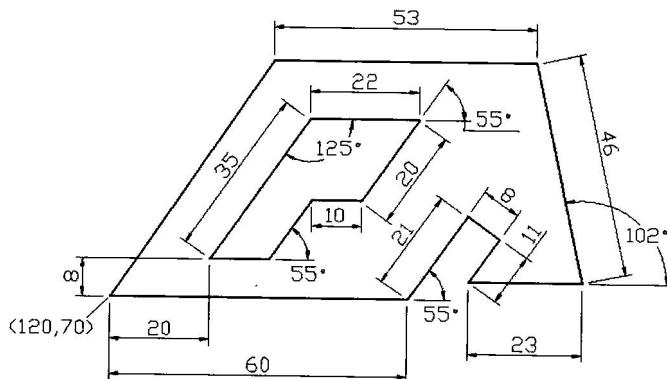

图1-9
**【练习1-9】：**打开动态输入功能，通过指定线段的长度及角度绘制图 1-9 所示的图形。